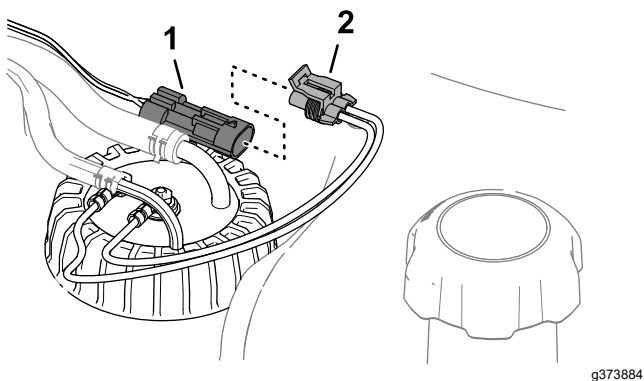

Figure 123
3. Débranchez le connecteur à 2 douilles du faisceau du transmetteur de niveau de carburant du connecteur à 2 broches du faisceau de la machine (Figure 123).